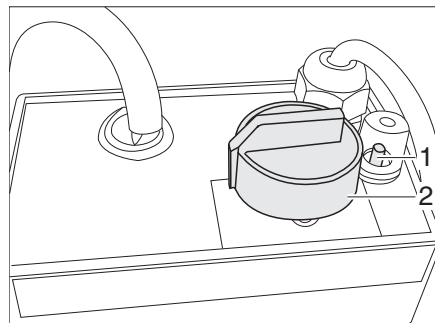

Fig. 253 Regulador para calentamiento eléctrico del piso/de la cama
- Girar el regulador giratorio (Fig. 253,2) hasta el nivel de calefacción deseado.
- Girar el regulador giratorio (Fig. 253,2) a la posición "0".
Si el regulador se sobrecarga, se activa la protección contra sobrecargas. El pasador (Fig. 253,1) salta y se sale.
- Cuando el regulador se haya enfriado, introducir el pasador (Fig. 253,1) de la protección contra sobrecarga.